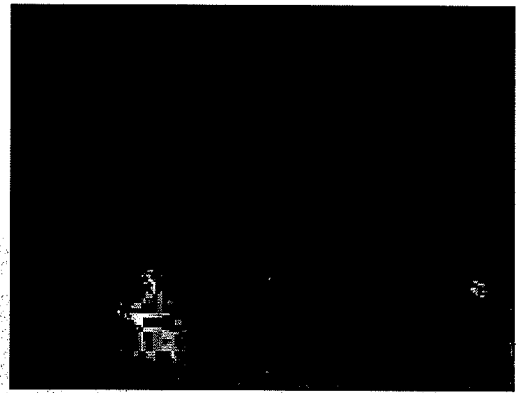

Figura 18
4. Para avanzar hacia adelante, pulse uno o ambos interruptores amarillos de movimiento hacia adelante (consulte la figura 18).